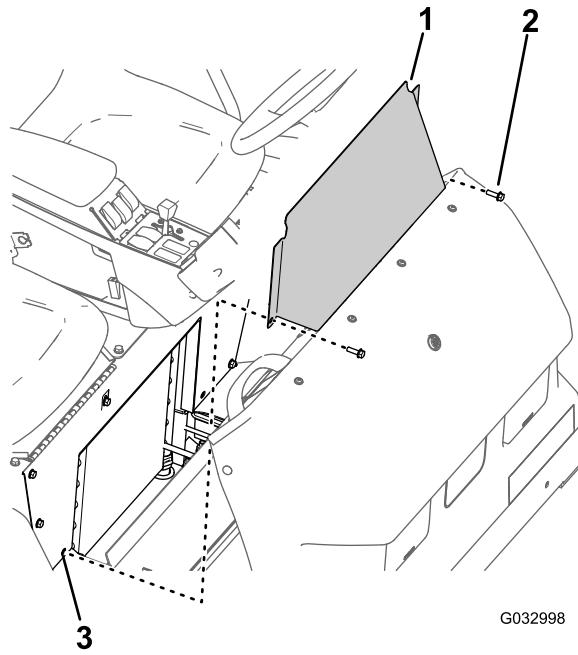

Figura 57
1. Retire os 2 parafusos de cabeça flangeada que fixam o painel de acesso da base do banco à base do banco (Figura 57).
2. Retire o painel de acesso da base do banco da máquina (Figura 57).
1. Alinhe os orifícios no painel de acesso da base do banco com os orifícios na base do banco (Figura 57).
2. Monte o painel de acesso da base do banco com os 2 parafusos de cabeça sextavada (Figura 57) que retirou no passo 1 de Remoção do painel de acesso da base do banco (página 51).